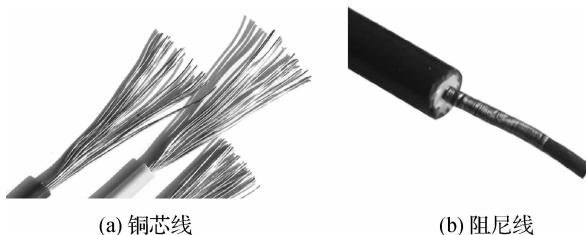

图3-47 铜芯线与阻尼线
(2) 高压线。高压点火线,即高压电缆,简称高压线。高压线用于点火线圈至火花塞之间的高压电路。工作电压高达10~20 kV,电流很小,因此,高压线的绝缘层很厚,耐压性能好,按线芯的不同可分成铜芯线和阻尼线两类,如图3-47所示。